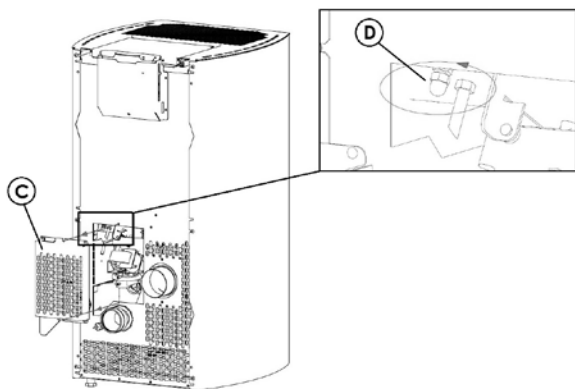

Fig. 76 - Rimozione carter
- Rimuovere il carter "C" di ispezione sulla schiena della stufa (vedi **Fig. 76**).